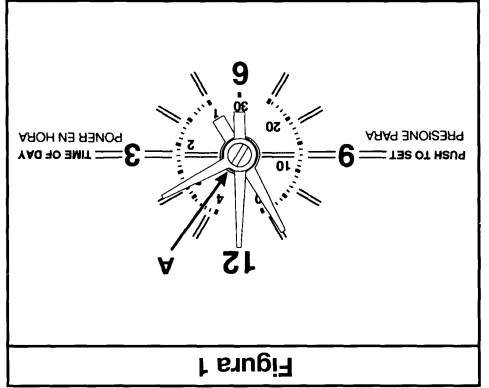

Figura 1
- Para poner el reloj en hora (Figura 1)**
- Para activar el cronómetro (Figura 1)**